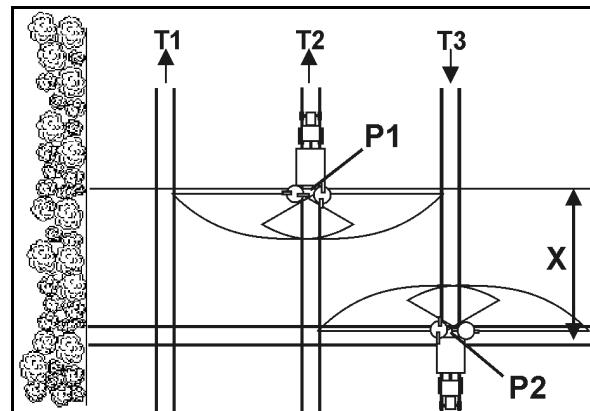

Fig. 73
- Åpne lukkespjeldet etter at du har kjørt inn i kjøresporet ved punkt P1 (Fig. 73), når spredeskivene er i avstanden X fra kjøresporet i vendeteigen.
- Lukk spjeldet før du kjører ut av kjøresporet ved punkt P2 (Fig. 73), når spredeskivene er på høyde med det første kjøresporet i vendeteigen.